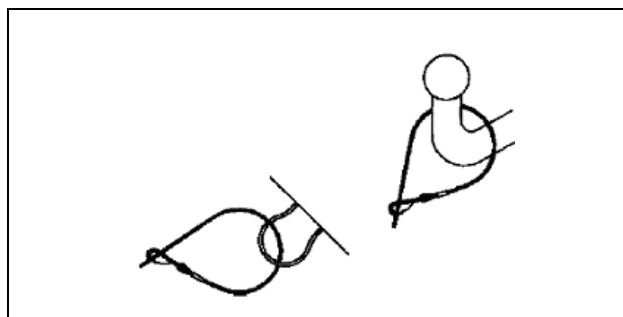

Figure 31 : Câble de décrochage
5. Fixer le câble de décrochage au point d'attache situé sur la platine d'attelage (Cf. Figure 31 : Câble de décrochage) puis brancher la fiche du câble électrique qui commande l'éclairage des feux, des clignotants, etc. sur la prise du véhicule tracteur.
5. Fixer le câble au point d'attache situé sur la platine d'attelage (Cf. Figure 31 : Câble de décrochage) puis brancher la fiche du câble électrique qui commande l'éclairage des feux, des clignotants, etc. sur la prise du véhicule tracteur.